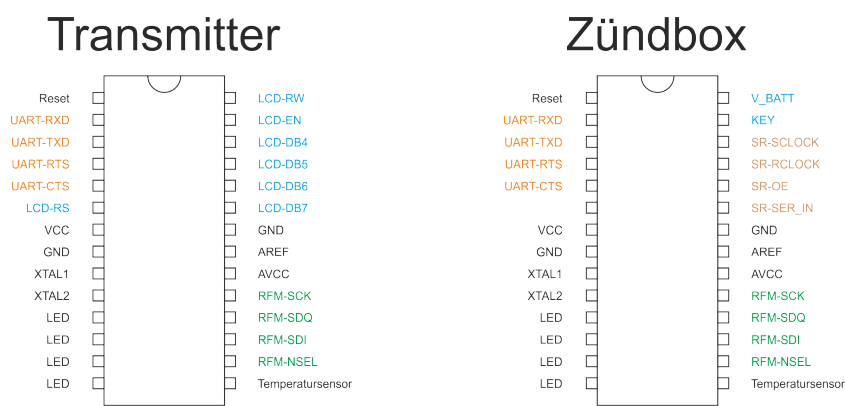

Abbildung 1.2: Pinbelegung des Mikrocontrollers bei Transmitter und Zündbox
Herzstück aller Devices ist ein 8-bit-Mikrocontroller von Atmel, bevorzugt der ATmega328P, welcher die verschiedenen Peripheriebausteine kontrolliert. Die Belegung für die verschiedenen Devices ist in Abbildung 1.2 gezeigt. In jedem Device befinden sich ein über eine SPI-Schnittstelle steuerbares Funkmodul von HopeRF, unterstützt werden das inzwischen veraltete aber immer noch weit verbreitete RFM12(B) sowie dessen Nachfolger RFM69CW, welches die drahtlose Kommunikation zwischen den einzelnen Devices übernimmt, ein RS232-Treiberbaustein MAX202 mit an die Gehäuseaußenseite geführter Sub-D-Buchse zur Kommunikation zwischen Mikrocontroller und PC sowie vier Status-LEDs.
Der Grund hierfür liegt in der in Abbildung 1.2 gezeigten Pinbelegung des Controllers. Wie zu erkennen ist, werden Controlleranschlüsse beim Transmitter als Steuerung des Displays verwendet, die bei der Zündbox den Zustand des Schlüsselschalters einlesen oder die Schieberegister zur Zündung der Kanäle ansteuern. Da die Software davon ausgeht, dass ein Device mit Slave-ID und Unique-ID 0 an diesen Pins ein LC-Display besitzt, werden die Pins entsprechend konfiguriert und angesteuert. Im Fall des Schlüsselschalter-Pins kommt es daher zu einem Kurzschluss, wenn die Box scharf geschaltet ist, was den Controller beschädigen kann, die Ansteuerung des Schieberegisters mit LCD-Befehlen führt dazu dass Zündkanäle durchschalten und Zündungen unkontrolliert ausgelöst werden, weil die Software glaubt, die Datenpins des LCD zu modulieren, in Wahrheit aber die Schieberegister ansteuert.